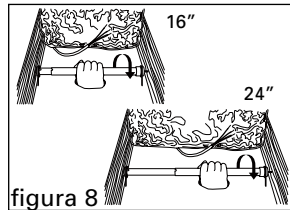

figura 8
5. Deslice el tubo exterior (extremo "B") hacia la vigueta opuesta. Atornille el extremo "B" dentro de la vigueta hasta que este bien apretado bien a mano (figura 8). **No use alicate o llave.**